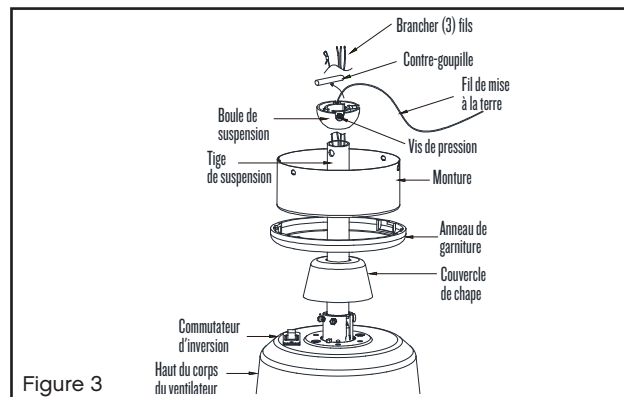

Figure 3
- 1 Faites glisser le couvercle de chape, l'anneau de garniture et la monture sur la tige de suspension. (Fig. 3)
- 1 Retirez la plaque murale existante et l'ancien interrupteur de la boîte de sortie murale. (Fig. 3)